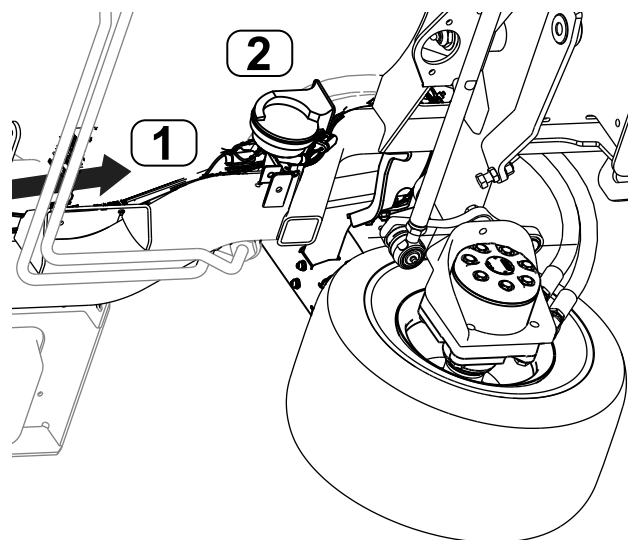

Figura 42
4. Conecte los conectores del arnés de cables de control marcados HORN (J01, J02) al claxon (Figura 42).